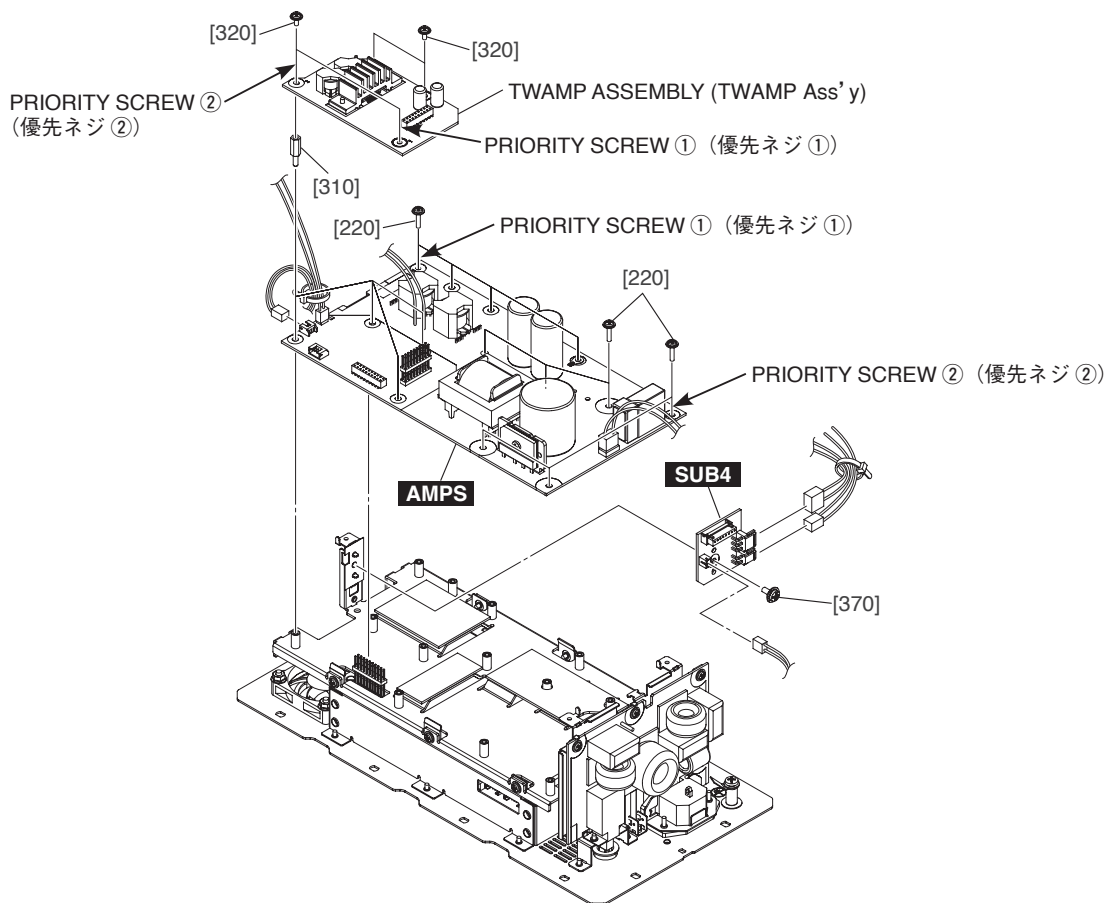

Fig. C-4 (図C-4)
- C-4-4 Remove the four (4) screws marked [320]. The TWAMP assembly can then be removed. (Fig. C-4)
* **When installing the TWAMP assembly, first tighten the two (2) priority screws in order as shown in Fig. C-4.**
- C-4-4 [320] のネジ 4 本を外して、TWAMP Ass'y を外します。(図 C-4)
※ TWAMP Ass'y を取り付けるときは、優先ネジ 2 本を図に示す順番で先に締めてください。(図 C-4)
- C-5-5 Remove the ten (10) screws marked [220] and four (4) hexagonal spacers marked [310]. The AMPS circuit board can then be removed. (Fig. C-4)
* **When installing the AMPS circuit board, first tighten the two (2) priority screws in order as shown in Fig. C-4.**
- C-5-5 [220] のネジ 10 本と [310] の六角スペーサ 4 個を外して、AMPS シートを外します。(図 C-4)
※ AMPS シートを取り付けるときは、優先ネジ 2 本を図に示す順番で先に締めてください。(図 C-4)
C-6-4 Remove the screw marked [370]. The SUB4 circuit board can then be removed. (Fig. C-4)
C-6-4 [370] のネジ 1 本を外して、SUB4 シートを外します。(図 C-4)